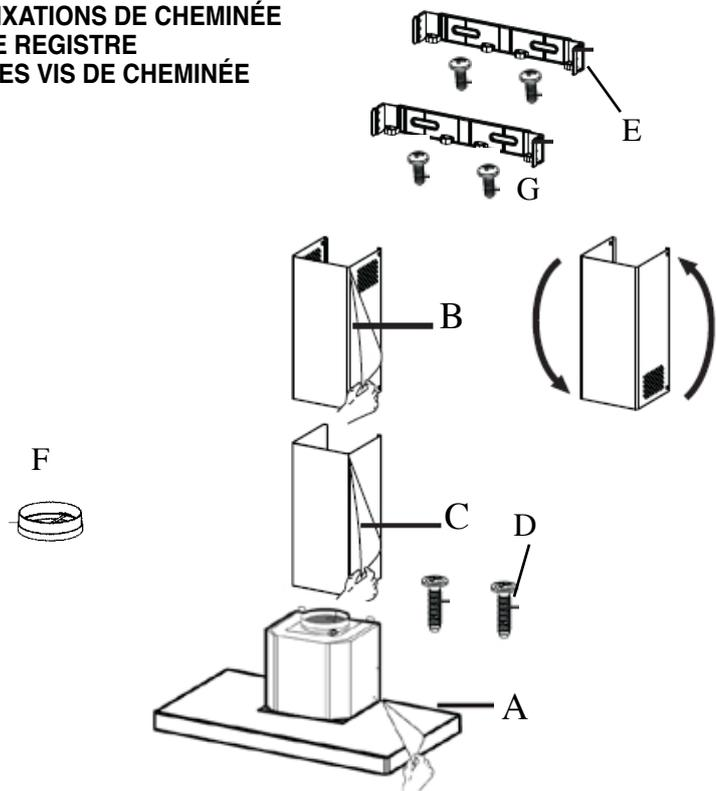

FIGURE 1
1. Retirer l'appareil de la boîte et le déposer sur une surface plane pour l'assemblage. Couvrir la surface pour éviter tout dommage. Retirer toutes les pièces incluant les ferrures avant de jeter la boîte. (A,B,C in FIGURE 1)